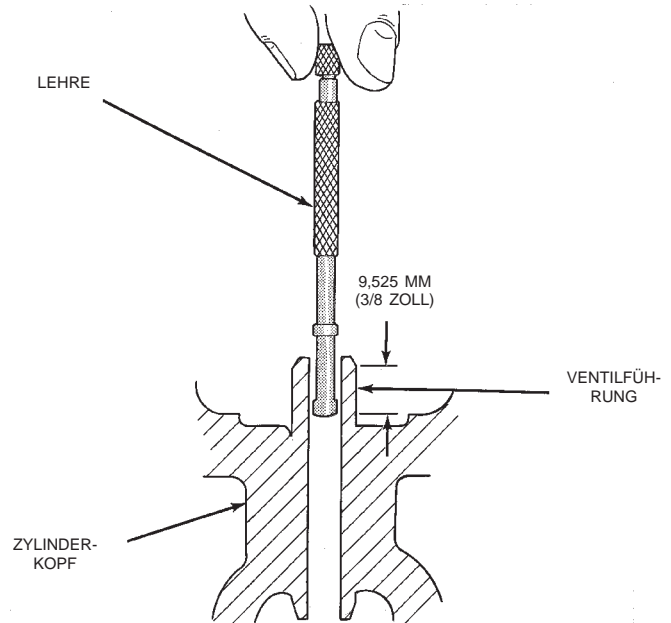

Abb. 69 Messen des Bohrungsdurchmessers/Ventilfehrung
- (1) Ventil aus dem Zylinderkopf ausbauen.
- (2) Bohrung der Ventilfehrung mit einem Lösungsmittel und einer Borstenbürste reinigen.
- (3) Teleskoptaststift ca. 9,525 mm (0,375 Zoll) von der Ventilfehrerseite des Zylinderkopfs in die Bohrung einführen (Abb. 69).